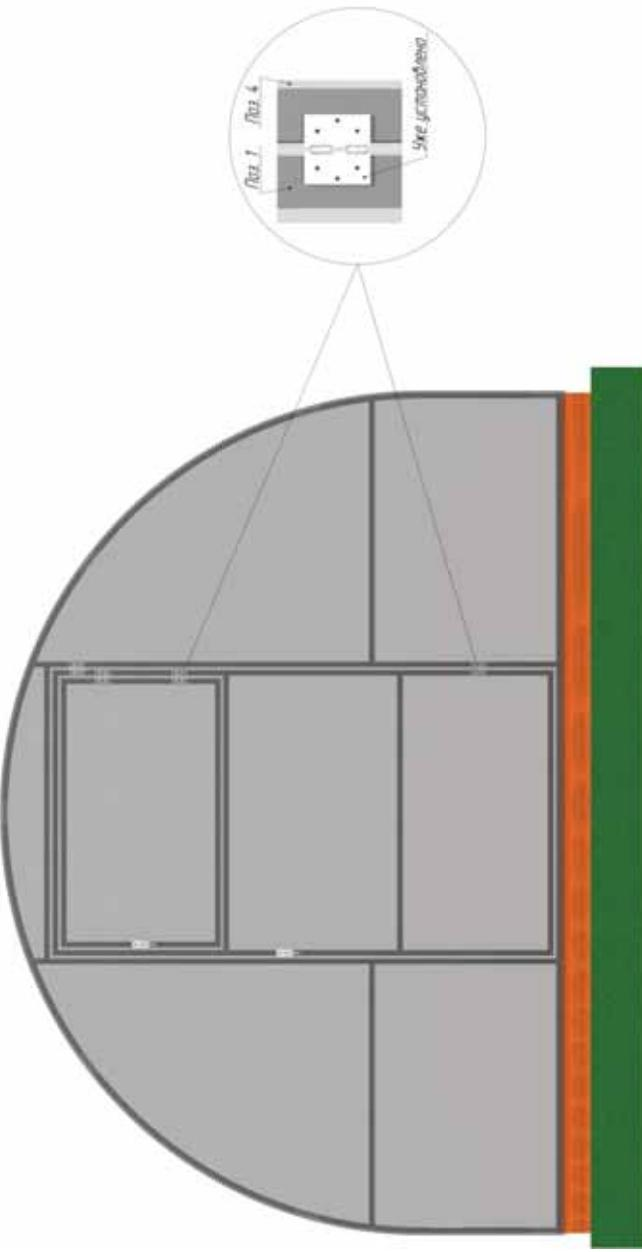

Рис. 4. Схема раскрыта поликарбоната для дверей и форточек
3. Прорезать проем форточки и двери (особое внимание уделить петлям) (рис. 4).